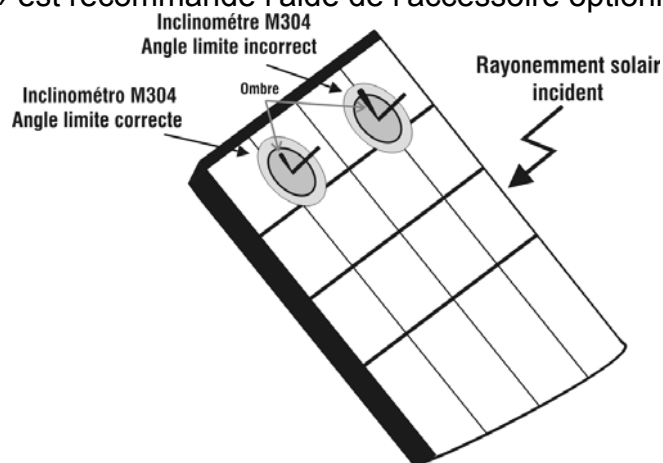

Fig. 8 : Positionnement inclinomètre M304
17. Monter la tige sur le disque de l'accessoire M304 (inclinomètre) fourni de dotation et le garder posé sur le plan du module. **Vérifier que l'ombre de la tige projetée sur le disque tombe dans le « cercle concentrique limite » se trouvant à l'intérieur du disque même (voir Fig.8).** Autrement, l'angle entre les rayons du soleil et la surface du module est trop élevé et les mesures effectuées par l'instrument NE sont donc PAS à considérer comme fiables. Répéter les opérations dans d'autres moments de la journée.